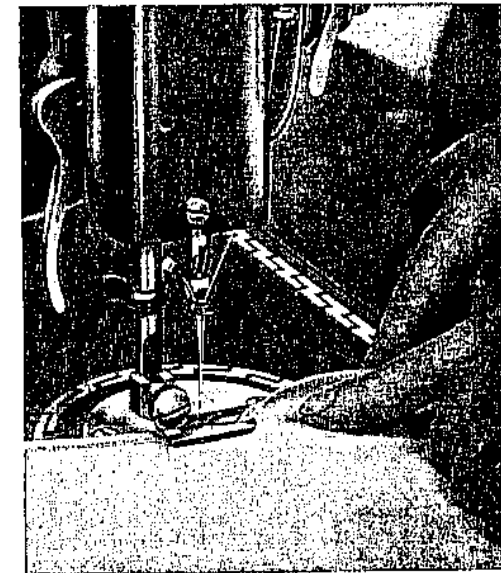

Abb. 22
**Der unschöne Zipfel am Ende einer Saumnaht wird vermieden, wenn man den Stoff mit dem Zeigefinger der linken Hand vor dem kurzen Säumerteil die letzten 2—3 Zentimeter vor dem Saumende entsprechend abbremst (Abb. 22).**